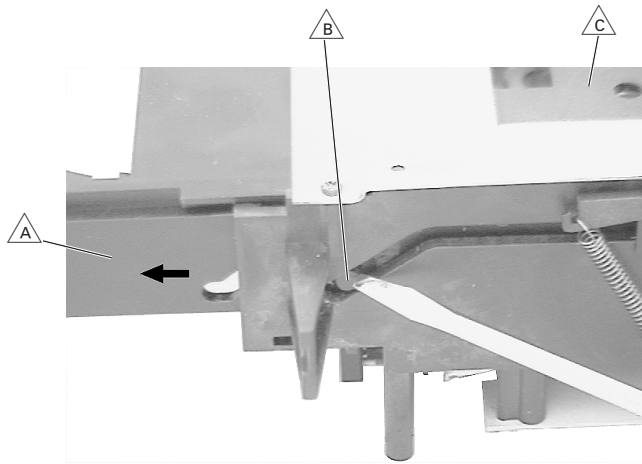

Fig. 33
- Die beiden seitlichen Arretierungszapfen **B** (Fig. 33 und 34) der Cassettenauflage **C** nach innen drücken und dabei die Cassetenschublade **A** nach vorne heraus ziehen.
- Pressing the two lateral locking pins **B** (Fig. 33 und 34) on the cassette support **C** inwards withdraw the cassette drawer **A**.